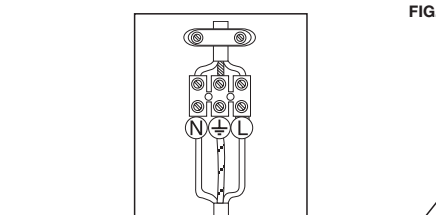

FIG. 11
- Togliere la parabola dalla propria sede, evitando di toccarla con le mani (**FIG. 12B**) - (si consiglia l'utilizzo di un panno soffice, in alternativa guanti in plastica) - ed eseguire correttamente le connessioni elettriche, facendo attenzione di collegare il cavo di terra giallo e verde nella sede con il relativo simbolo (FIG. 11).
- Remove the reflector from its seat, avoiding to touch it with your hands (**FIG. 12B**) - (we suggest the use of a soft cloth, in alternative plastic gloves) - and execute in the right way the electric connections, being careful to connect the yellow and green earth cable in the seat with the relative symbol (FIG. 11).
- Enlever la parabole de son siège, évitant de la toucher avec les mains (**FIG. 12B**) - (on conseille d'utiliser un chiffon moelleux, en alternative guants en plastique) - et exécuter correctement les connexions électriques, en faisant attention de connecter le câble de terre jaune et vert dans le siège avec le relatif symbole (FIG. 11).
- Den Reflektor aus ihrem Sitz entfernen, es dabei jedoch nicht mit den Händen berühren (**FIG. 12B**). Dazu sollte ein weiches Tuch oder alternativ Kunststoffhandschuhe verwendet werden. Die elektrischen Anschlüsse ausführen und dabei darauf achten, daß das gelb-grüne Erdkabel in die Aufnahme mit dem entsprechenden Symbol (FIG. 11) angeschlossen wird.
- Sacar la parabola de su alojamiento evitando tocarla con las manos (**FIG. 12B**) (se aconseja utilizar un trapo suave, o si no guantes de plástico); realizar correctamente las conexiones eléctricas, teniendo cuidado de conectar el cable de tierra amarillo y verde en el alojamiento con el símbolo correspondiente (FIG. 11).